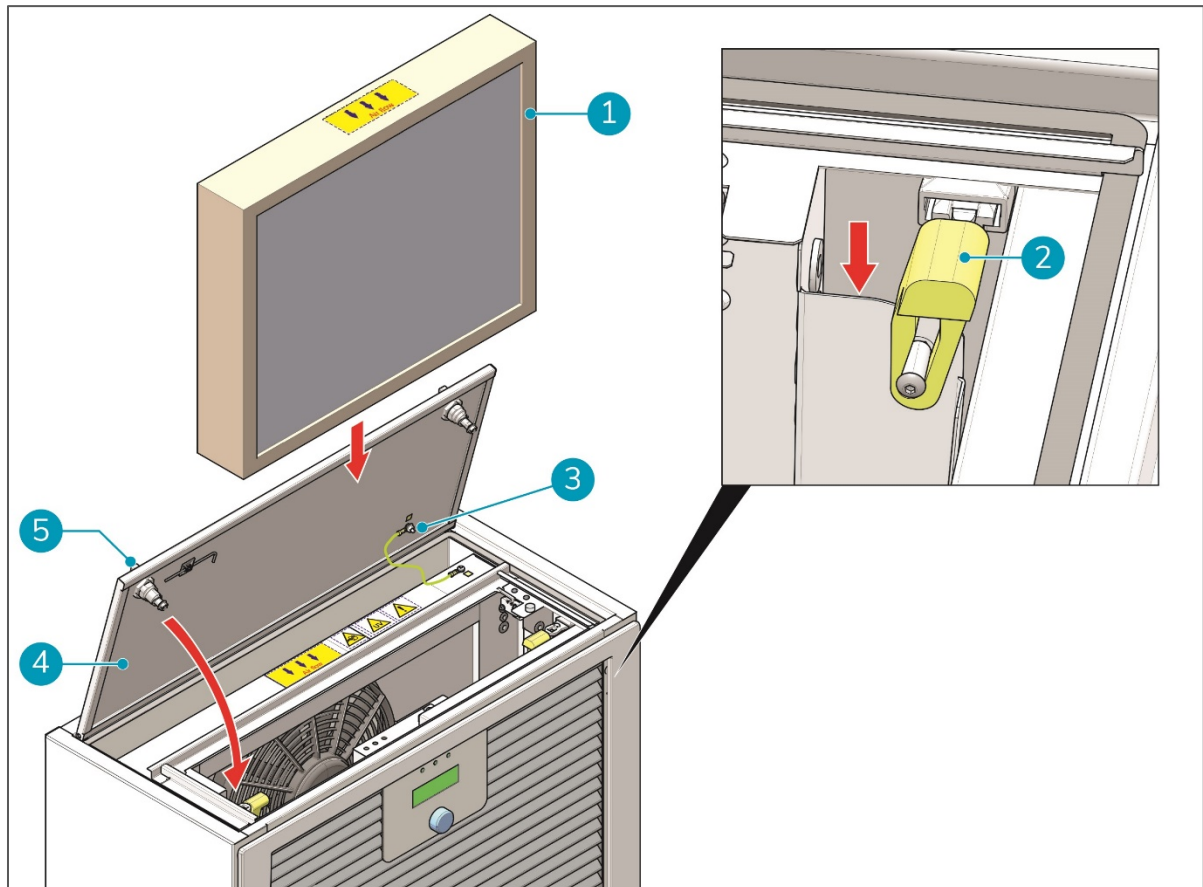

Abbildung 21
7. Schieben Sie den neuen Filter vorsichtig in das Fach (Abbildung 21, Pos. 1).
8. Drücken Sie die beiden gelben Verriegelungen (Abbildung 21, Pos. 2) nach unten, um den Filter zu fixieren.
9. Schließen Sie die Fachabdeckung (Abbildung 21, Pos. 4).
10. Drehen Sie die beiden Verriegelungen auf der Abdeckung (Abbildung 21, Pos. 5) im Uhrzeigersinn, um die Abdeckung zu fixieren.